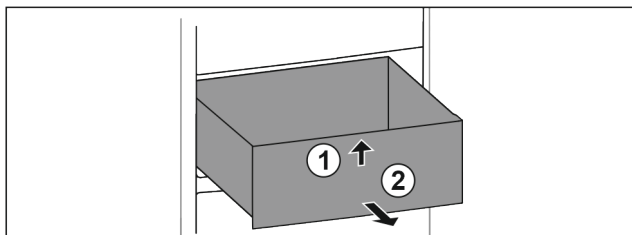

Fig. 67
- ▶ Unieść szufladę z przodu. Fig. 67 (1)
- ▶ Wyjąć szufladę do przodu. Fig. 67 (2)